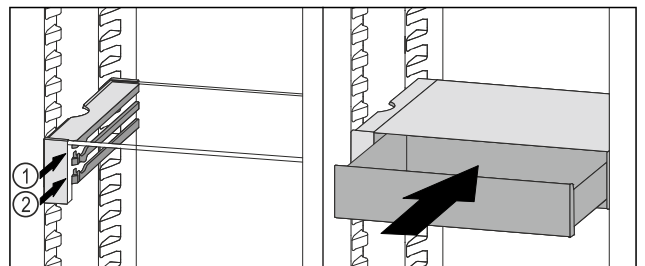

Fig. 109
- Posizionare il cassetto VarioSafe dietro i tappi sulla nervatura desiderata Fig. 109 (1) o Fig. 109 (2).